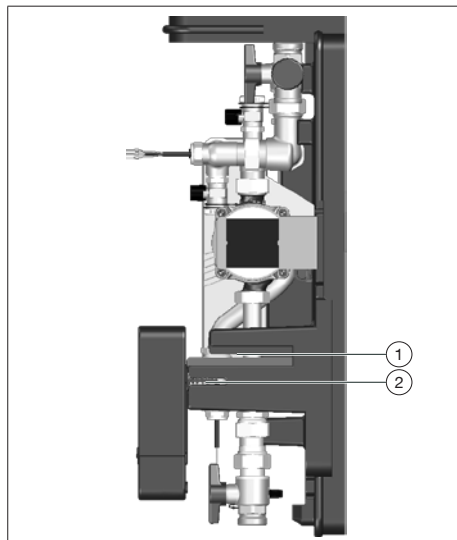

Abb. 3: Montageposition
2. Drehen Sie den Regler und fixieren Sie diesen in der Montageposition wie in Abb. 3.